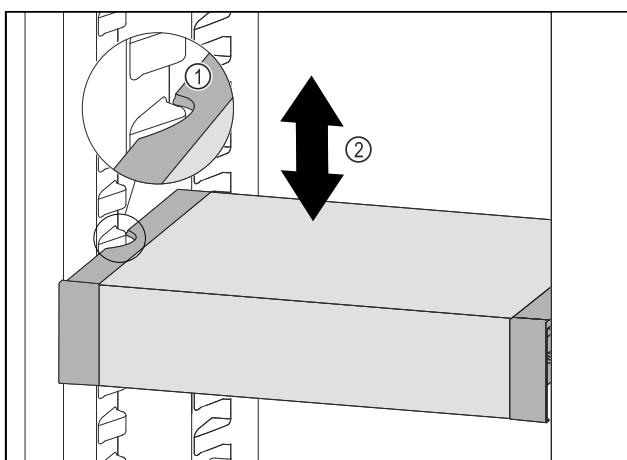

Fig. 129
- Изтеглете VarioSafe напред, докато страничните прорези на VarioSafe се намират на височината на реброто на съда в хладилната част. *Fig. 129 (1)*
- Преместете VarioSafe нагоре или надолу в хладилната част, докато се достигне желаната височина. *Fig. 129 (2)*